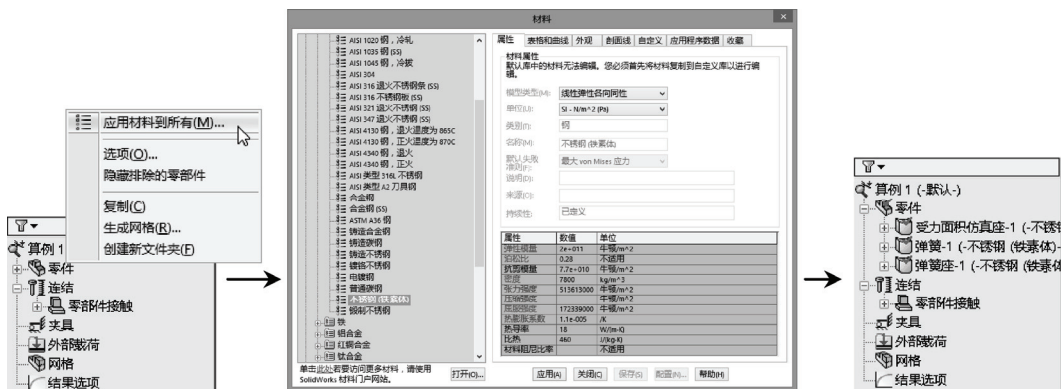

图 9-4 应用材料操作
STEP 3 右键单击“算例”树中的“零件”项 ，在弹出的快捷菜单中选择“应用材料到所有”菜单项，打开“材料”对话框，为所有零件选用“不锈钢（碳素体）”材料（此材料耐蒸汽等的腐蚀，也是制作弹簧的常用材料），如图 9-4 所示。